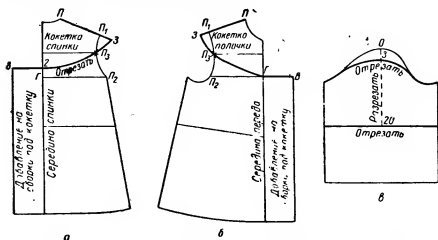

Рис. 143. Нанесение линий фасона платья на круглой кокетке:
**Спинка.** Для нанесения линии спущенного плеча кокетки (рис. 143, а) кладут линейку на точки П и П1 (длины плеча основной выкройки) и проводят линию так, чтобы она прошла за точку П1 на 3 см. Линию проймы от точки П1 до точки П2 делят на две равные части и точку деления обозначают буквой П3.
**Полочка.** Линию спущенного плеча на полочке наносят так же, как на спинке. Кладут линейку на точки  $\Pi$  и  $\Pi_1$  и проводят линию так, чтобы она прошла за точку  $\Pi_1$  на 3 см (рис. 143, б).
**Рукав.** От точки О вниз (рис. 143, в) проводят вертикальную пунктирную линию — 20 см — длина рукава (по желанию можно 10 и 15 см). Через точку 20 проводят горизонтальную линию разреза рукава.